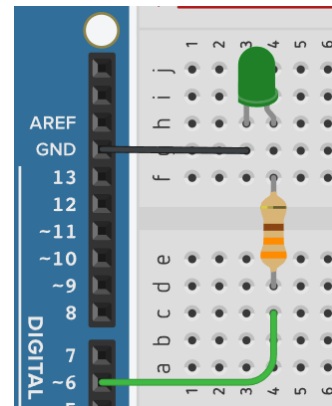

Figura 2.5: Circuito per accendere il LED con Arduino.
- **numeroPIN**: il numero del pin da configurare (es. 6, come mostrato in figura 2.5)
Quindi per impostare il pin 6 come pin usato per accendere il led in figura 2.5 bisogna scrivere: